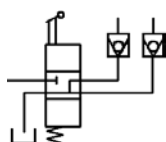
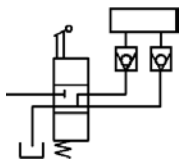

图 17.8.51 绘制直线 (十四)
图 17.8.52 移动矩形
(9) 用 **绘图(D)** → **直线(L)** 命令，绘制长度值为 16 的两条垂直直线（图 17.8.51）。
(10) 用 **绘图(D)** → **矩形(R)** 命令，绘制长和宽分别为 46 和 16 的矩形。
(11) 用 **修改(M)** → **移动(M)** 命令，将矩形移动到图 17.8.52 所示的位置。